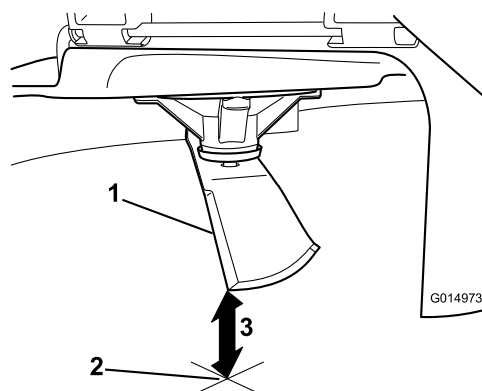

Figura 51
3. Misurate dalla punta della lama alla superficie piana (Figura 51).